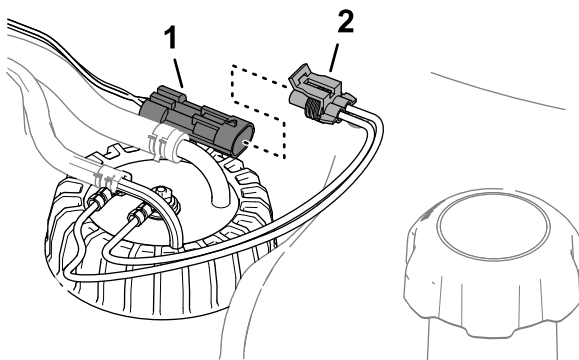

**Bild 123**
2. Entfernen Sie die fünf Kreuzschlitzschrauben, mit denen der Kraftstoff-Füllstandsensorm am Kraftstofftank befestigt ist, und nehmen Sie die Abdeckung ab (Bild 123).